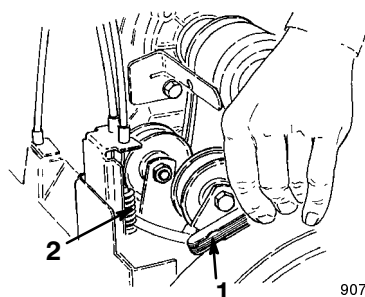

Figure 26
4. Maintenez la commande serrée et insérez un calibre d'épaisseur de 0,25 mm (0.010") entre deux spires au centre du ressort (Fig. 26).